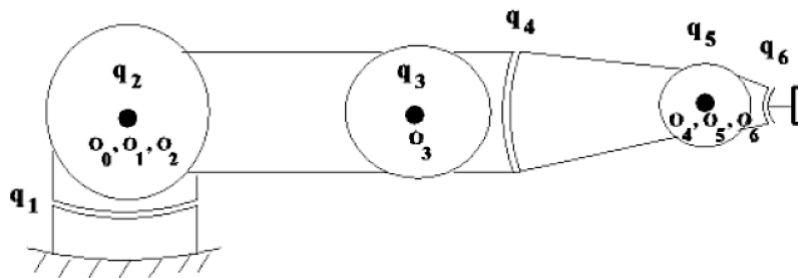

Figure 7 : Bras du robot tendu à l'horizontale.
- Le bras du robot est tendu à l'horizontale selon l'axe x_0 (voir la Figure 7),